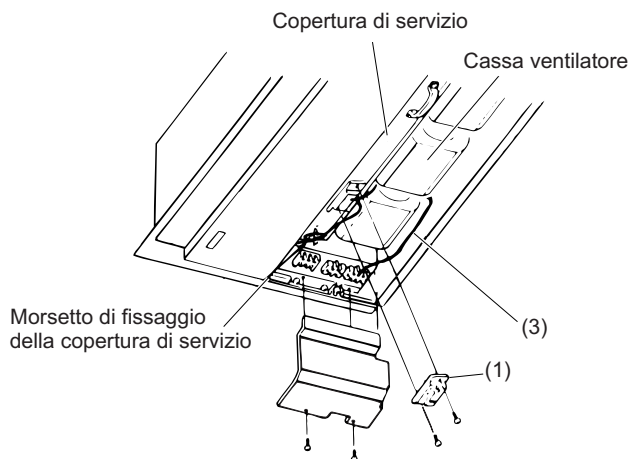

Fig. 3-18
- (1) Usare le 2 viti fornite (4 x 10) per fissare l'unità di comando alla copertura di servizio (copertura con maniglia). (Fig. 3-18)
- (2) Collegare il cavo isolato dell'unità di comando al terminale del comando a distanza dell'unità interna.